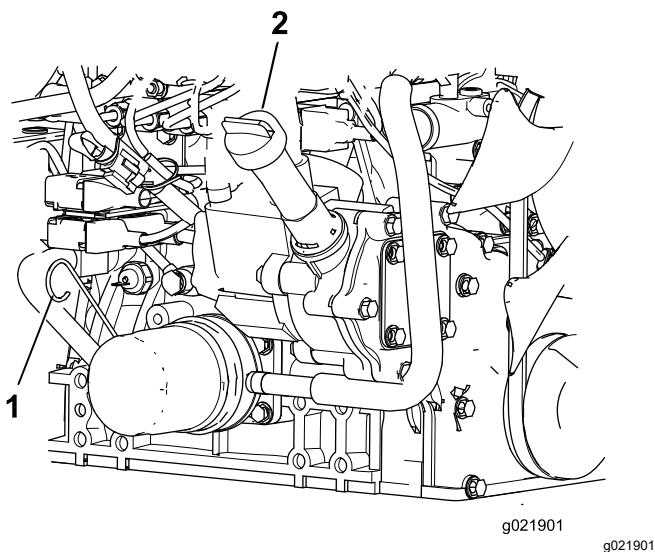

Bild 83
3. Entfernen Sie den Peilstab, wischen ihn ab und führen ihn wieder in das Rohr ein; ziehen Sie ihn dann wieder heraus. Der Ölstand sollte zwischen der NACHFÜLL- und VOLL-Markierung sein (Bild 83).
4. Wenn der Ölstand niedrig ist, entfernen Sie den Einfülldeckel und füllen Sie Öl ein, bis der Stand zwischen der VOLL- und NACHFÜLL-Markierung liegt (Bild 83).